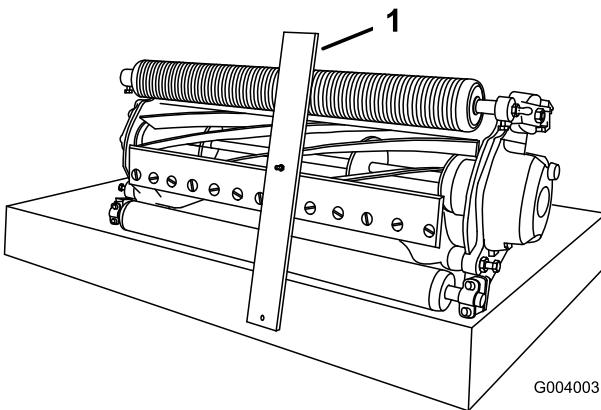

Figura 16
3. Agganciate la testa del bullone sul tagliente della controllama e appoggiate l'estremità posteriore della barra sulla parte posteriore del rullo (Figura 16).